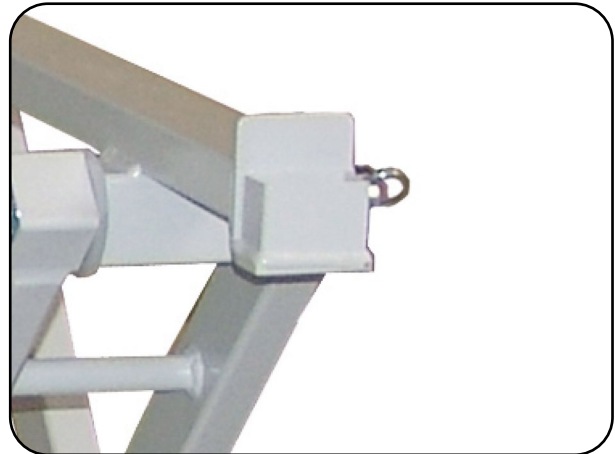
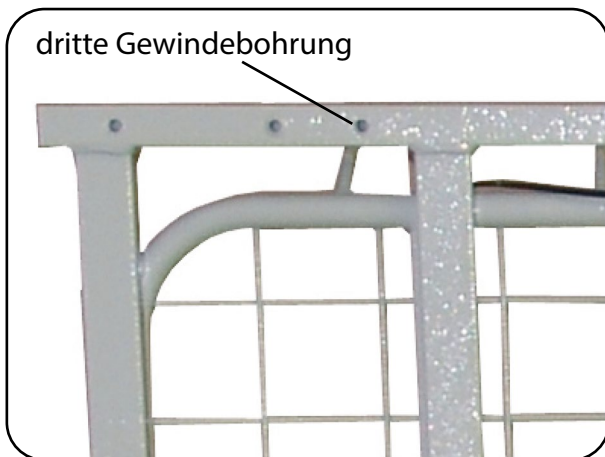
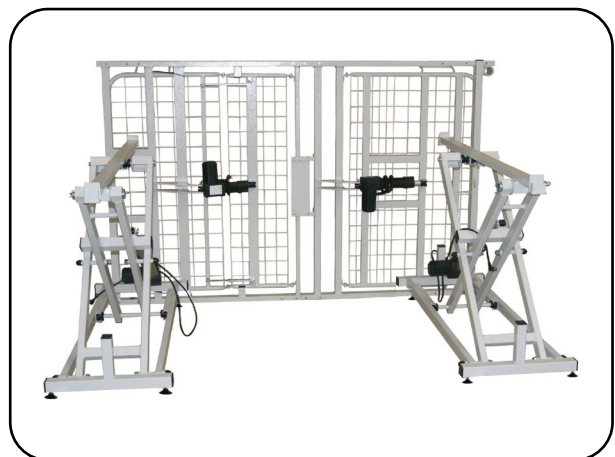

Abb. 6.1.05 – Auflage
Abb. 6.1.06 – Gewindebohrung an der Liegefläche
Abb. 6.1.07 – Positionierung der Scherenhübe
8. Die beiden Scherenhübe so positionieren, dass sie sich mit der Auflage (Abb. 6.1.05) im Abstand der dritten Gewindebohrung (Abb. 6.1.06) der montierten Liegefläche befinden (Abb. 6.1.07).